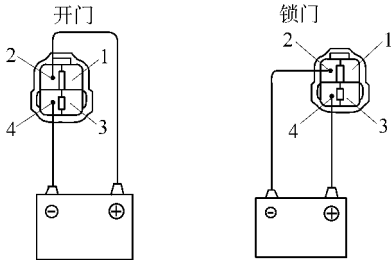

图 18-164 检查电动机移动情况
2) 检查电动机移动情况。如图 18-164 所示。
①将正极 (+) 导线从蓄电池连接到端子 2，负极 (-) 导线连接到端子 4，检查车门锁连接杆是否移动到开门 (UNLOCK) 位置。
②将极性反接，检查车门锁连接杆是否移动到锁门 (LOCK) 位置。